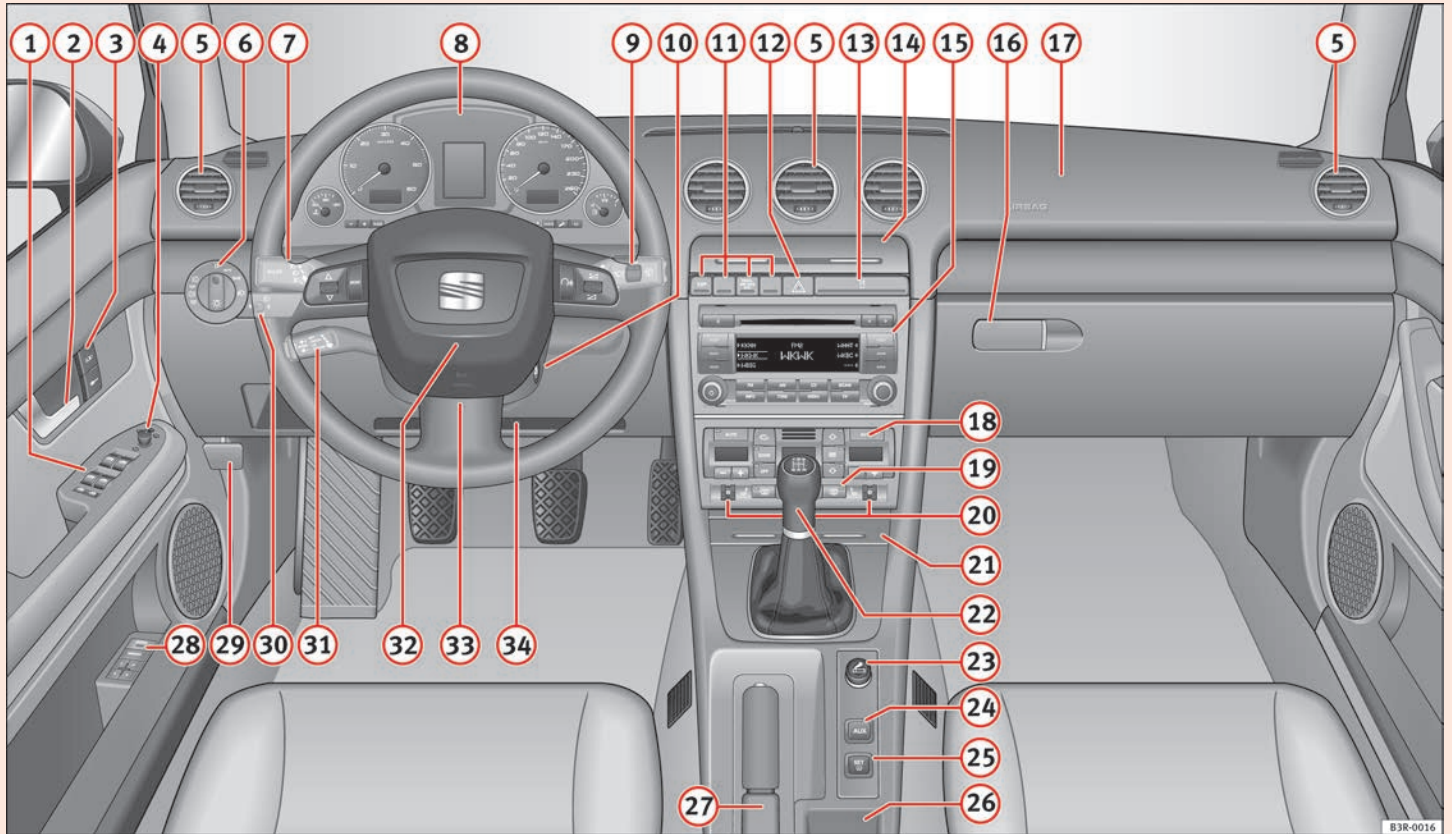

Abb. 36 Einige der gezeigten Instrumente oder Anzeigefelder gehören nur zu bestimmten Modellausführungen oder sind Mehrausstattungen.
- Bei Fahrzeugen mit Rechtslenkung* weicht die Anordnung der Bedienelemente zum Teil von der in ⇒ Seite 60, Abb. 36 gezeigten Anordnung ab. Die Symbole, die die Bedienelemente markieren, sind jedoch gleich. ■